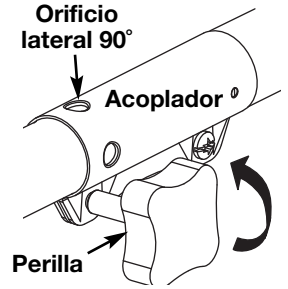
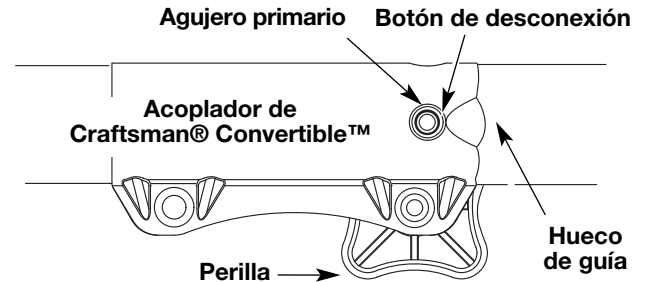

Fig. 12
Fig. 13
2. Gire la perilla en sentido antihorario para aflojarla (Fig. 12).
3. Oprima y sostenga el botón de desconexión (Fig. 13) y gírelo con firmeza 90° en cualquier dirección (según el modo en que quiere recortar el borde) (Fig. 12).
4. Gire la perilla en sentido horario para ajustarla (Fig. 13).